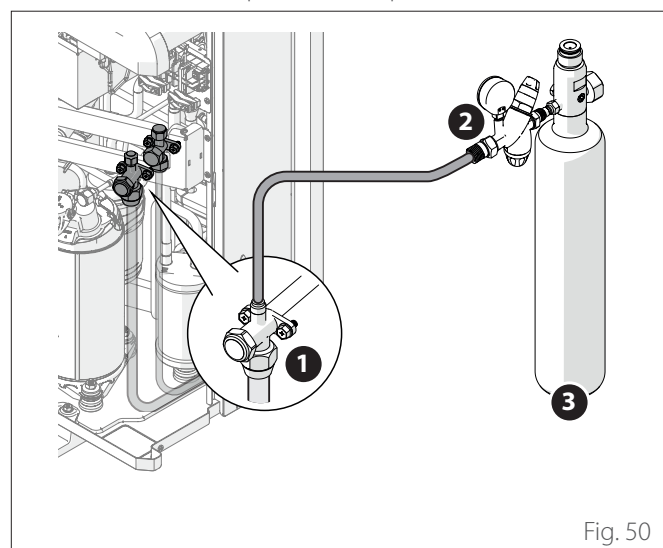

Fig. 50
- Ligue a botija de azoto através do redutor de pressão e da mangueira à tomada de serviço ("Fig. 50").